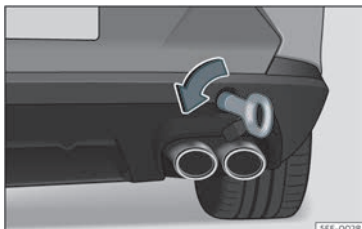

Fig. 46 No lado dereito do parachoques traseiro:argola de remolque roscaada.
- Enrosque a argola de remolque na cavidade, xirándoa ao máximo **no sentido contrario ao das agullas do reloxo**»» **fig. 46** »» **!**. Use un obxecto adecuado co que poida enroscaar totalmente e con firmeza a argola de remolque na súa cavidade.